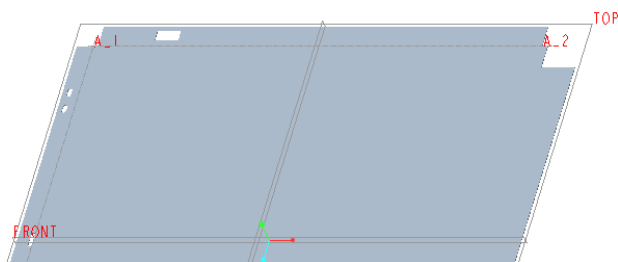

图 6-23 拉伸切割效果
- (4) 在“拉伸”选项卡的深度选项下拉列表框中默认选择“ (到下一个)”选项, 单击 (将拉伸的深度方向更改为草绘的另一侧) 按钮, 以形成钣金件切口。
- (5) 单击 (完成) 按钮, 拉伸切割的结果如图 6-23 所示。